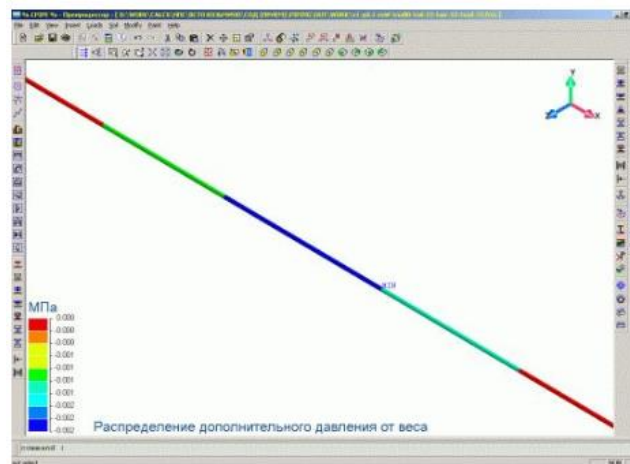

Рис. 5.6.14. Распределение дополнительного давления от веса в трубопроводной системе
1. Выполните пункт меню "Нагрузки\Дополнительное давление от веса" ("Loads\Additional Weight Pressure") или пиктограмму  панели инструментов "Граничные условия". В результате в графическом окне препроцессора должна появиться модель конструкции, раскрашенная по значениям дополнительного весового давления (см. ниже) на трубопроводных элементах (рис. 5.6.14.).